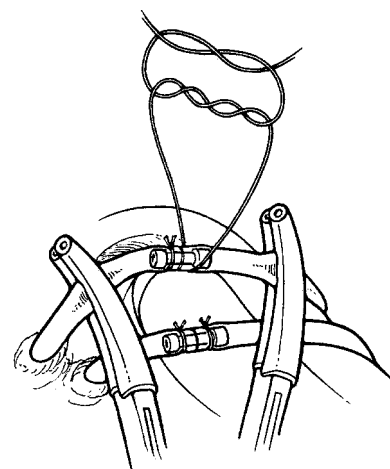

Figure 4-23. Connecteur à suture
5. Faites un noeud de chirurgien double suivi d'un minimum de deux noeuds simples pour attacher la tubulure au connecteur (**Figure 4-23**).